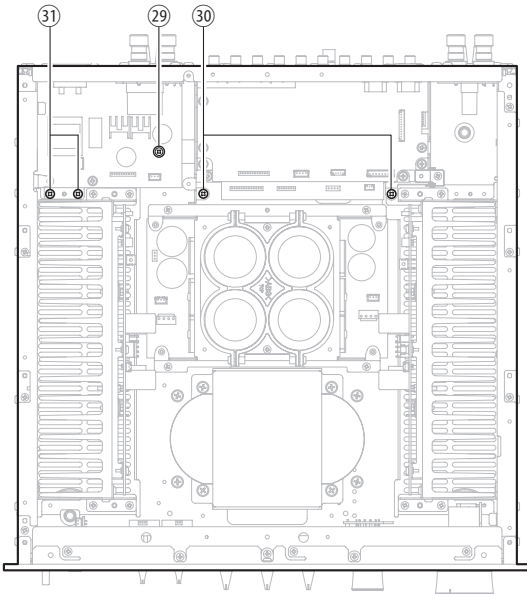

Fig. 13
- Remove 1 screw (29), 2 screws (30) and 2 screws (31). (Fig. 13)
- 29 のネジ 1 本、30 のネジ 2 本、31 のネジ 2 本を外します。(Fig. 13)